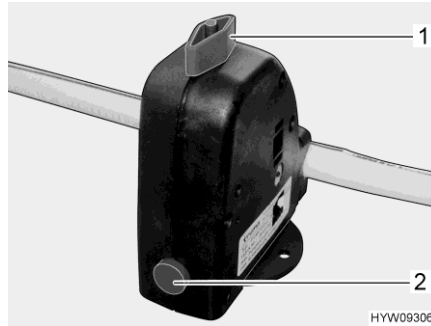

Fig. 206 Valve de sécurité et de vidange (Truma)
- Fermer la valve de sécurité et de vidange (Truma). Tourner pour cela le bouton rotatif (Fig. 206,1) dans le sens transversal par rapport à la valve de sécurité et de vidange et enfoncer le bouton-poussoir (Fig. 206,2).